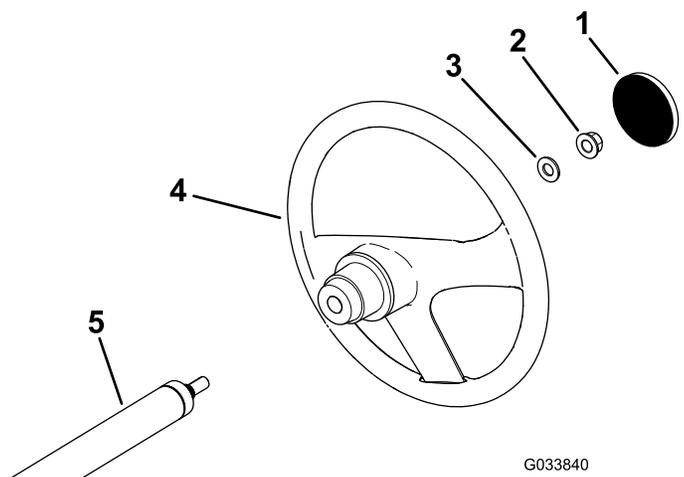

図 3
1. ハンドルのハブにカバーがついている場合には、これを取り外す 図 3。
2. ステアリングシャフトからロックナット½"を外す 図 3。
3. ステアリングシャフトに、ハンドルとワッシャ½"を取り付ける 図 3。
5. ハンドルにキャップを取り付ける 図 3。